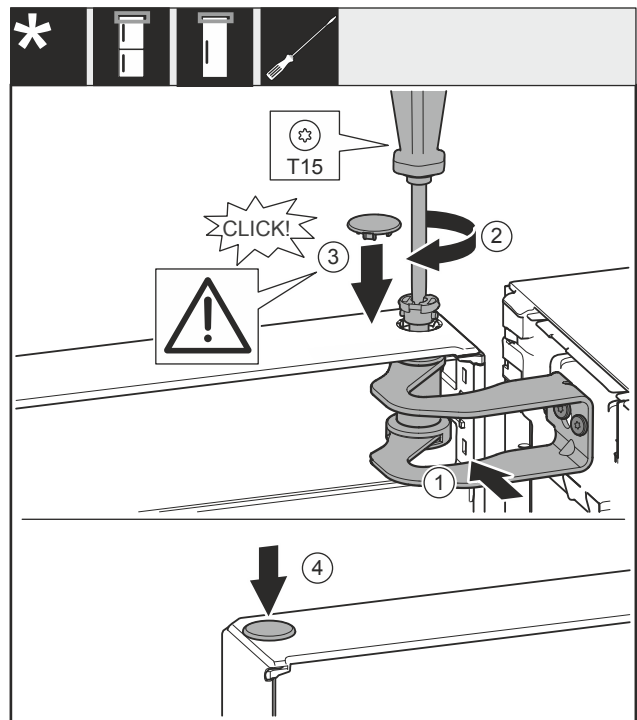

Fig. 37
- ▶ Tür zur Öffnung im Lagerbock Fig. 37 (1) ausrichten.
- ▶ Bolzen Fig. 37 (2) einsetzen und mit Schraubendreher festschrauben.
- ▶ Abdeckung Fig. 37 (3) einsetzen.
- ▶ Kontrollieren, dass die Abdeckung Fig. 37 (3) auf der Tür aufliegt.
- ▶ Abdeckung Fig. 37 (4) einsetzen.